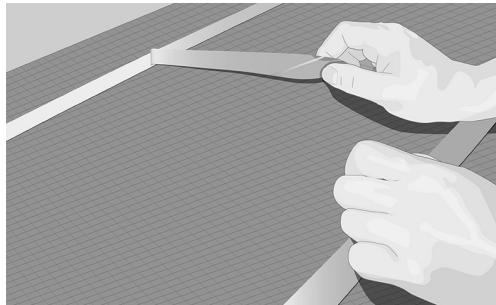

Fig. 10. Legg ut dobbeltsidig tape og fjern dekkpapiret
- 8. Bruk dobbeltsidig tape, varmt lim eller en annen passende festeordning på gulvflaten med 30–40 cm intervaller slik at dette er festet tilstrekkelig (fig. 10).